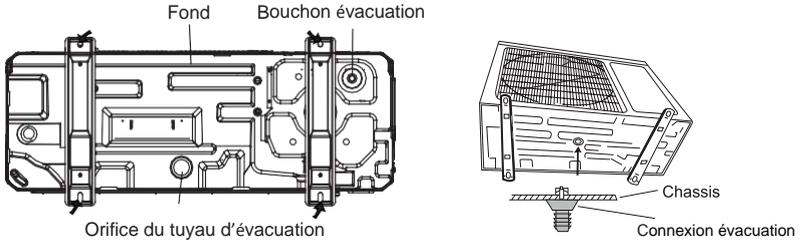

Fig.12
4.2.2. Évacuation des condensats de l'unité extérieure (seulement pour les unités avec pompe à chaleur) (Fig.12)